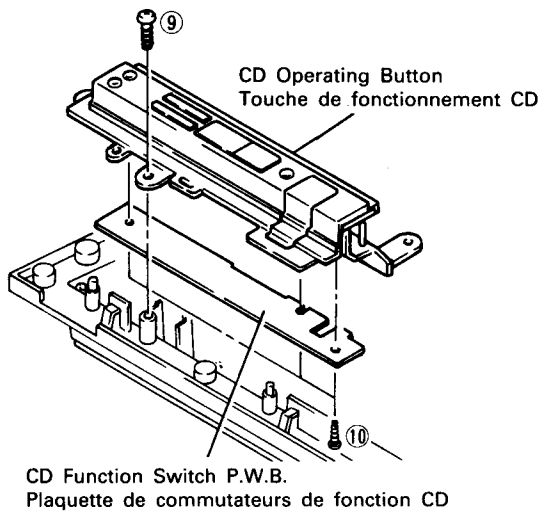

Fig. 7
8. CD Function Switch P.W.B. (Fig. 7)
8. Plaquette de commutateurs de fonction CD (Fig. 7)